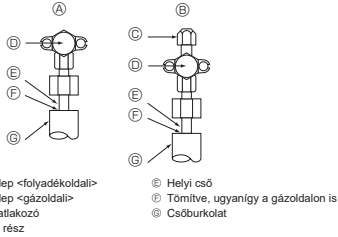

Fig. 4-4
4.4. A hűtőközegcső tömítettségének ellenőrzési módja (Fig. 4-4)